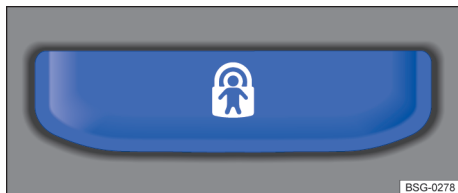

Fig. 57 În portiera șoferului: buton pentru siguranța electrică pentru copii.
1. Pentru activare: apăsați butonul  → fig. 57.